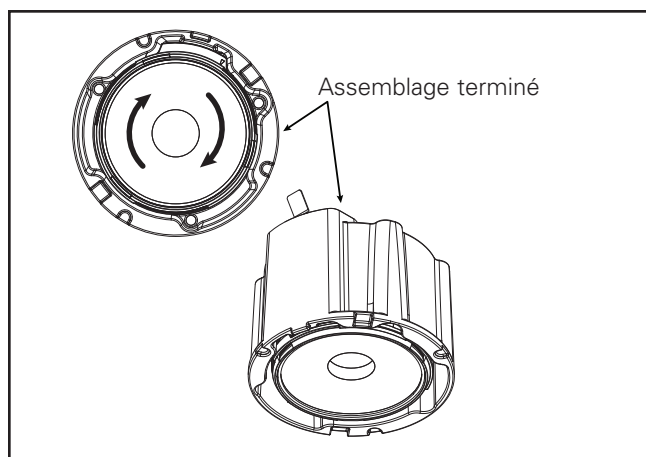
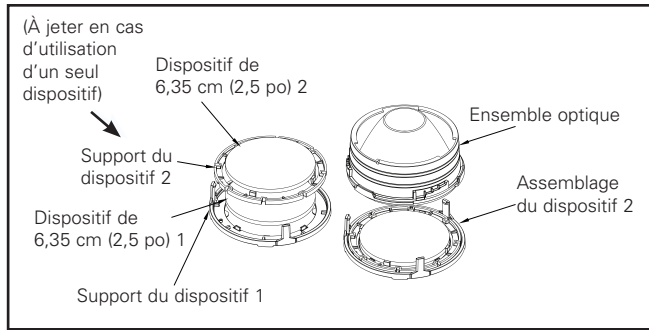

Figure 15
Figure 16
2. Si les modules DEL comportent 2 DEL, retirez délicatement le réflecteur supérieur en dégageant les loquets en plastique blanc (figure 15 et figure 16), puis jetez-le. Pour les modules comportant 1 DEL, conservez le réflecteur supérieur sur la garniture.
4. Fixez l'ensemble optique au moteur lumineux à DEL en le tournant délicatement dans le sens horaire jusqu'à ce qu'il s'arrête. (Figure 15) Assurez-vous que l'élément optique est bien fixé en place.
3. Assemblez les dispositifs dans les supports prévus à cet effet. S'il s'agit d'un dispositif unique, laissez le deuxième support du dispositif. (Figure 16)